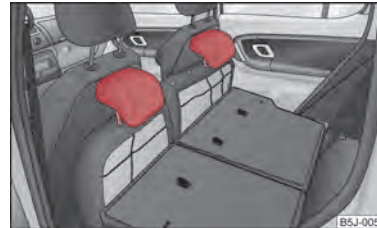

Abb. 42 Rücksitze: Kopfstützen in den Sitzflächen
- Die Kopfstützen können in die entsprechenden Öffnungen der vorgeklappten Sitzflächen eingesteckt werden ⇒ Abb. 42.